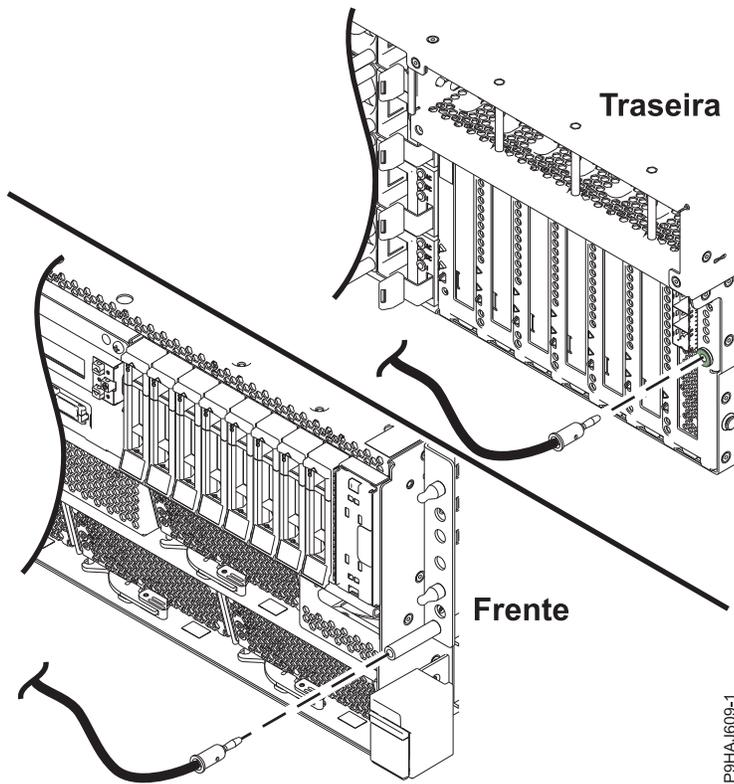

Figura 1. Localização das tomadas ESD
6. Coloque a fita antiestática de descarga electrostática (ESD, Electrostatic Discharge). O sistema tem fichas ESD na frente e na parte de trás do sistema com mostrado na Figura 1 na página 4. Ligue a fita anti-estática ESD à ficha ESD.